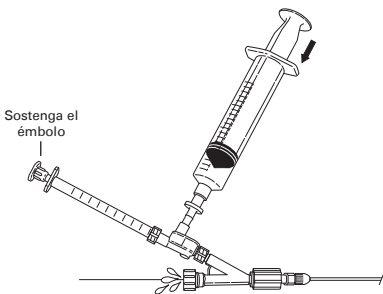

Fig. 6
8. Purgue todas las burbujas de aire restante. Para ello, mantenga fijo el émbolo de la jeringa de 1 ml y presione lentamente la jeringa de 20 ml para forzar la salida de las burbujas de aire restantes. Una vez eliminado todo el aire del sistema, apriete la válvula Tuohy-Borst alrededor de la punta oclusora. **(Fig. 6)**